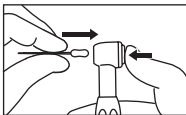

Fig. 2
- Inserire l'impugnatura dello strumento nel mandrino (Fig. 2) e rilasciare il pulsante.